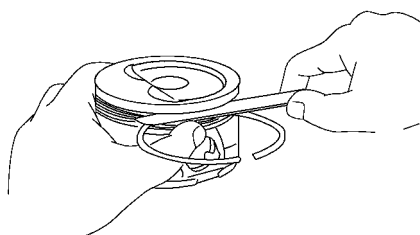

图 1-120 测量新活塞环和环槽岸之间的间隙
(3) 测量活塞环槽和活塞环之间的间隙。使用塞尺测量新活塞环和环槽岸之间的间隙，如图 1-120 所示。